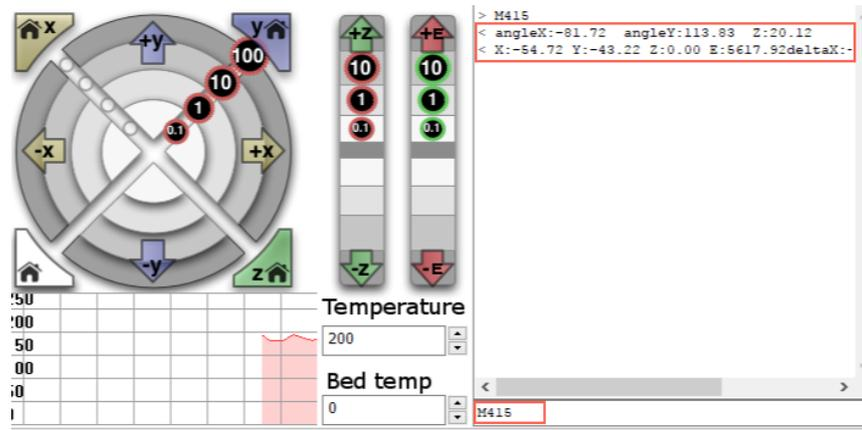

图 6.29 输入 M415 命令
2. 在“Operational”界面右下方输入“M415”命令，保存打印坐标，如图 6.29 所示。